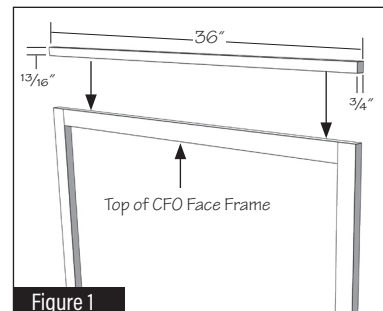

Figure 1
- 1 Trim S3S width to either 30" or 36" depending on the BPS/VPS currently installed. Then, rip it to height based on the chart below (Fig. 1):
- 2 Remove doors from the CFO Face Frame and attach trimmed S3S to its top using nails or screws. (Fig. 1)
- 1 Recorte el ancho de S3S a 76.2 cm o 91.44 cm según el BPS/VPS instalado actualmente. Luego, córtelo a la altura indicada en la tabla siguiente (Fig. 1):
- 2 Retire las puertas del marco frontal CFO y fije S3S recortado a su parte superior con clavos o tornillos. (Fig. 1)